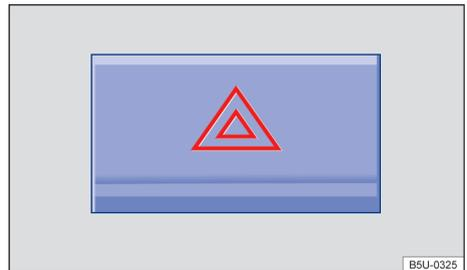

Fig. 38 Na parte superior do console central: interruptor das luzes de advertência.
2. Ligar as luzes de advertência com o interruptor (⚠) → Fig. 38.
As luzes de advertência também podem ser desligadas ao pressionar o interruptor  no painel de instrumentos → Fig. 38.